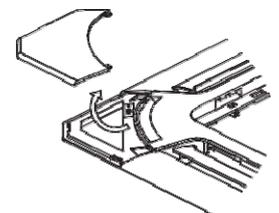

Abb.5-9
- Heben Sie die vier Abdeckungen, lösen Sie die Seile der Abdeckungen und entfernen Sie sie (Siehe Abb.5-9).